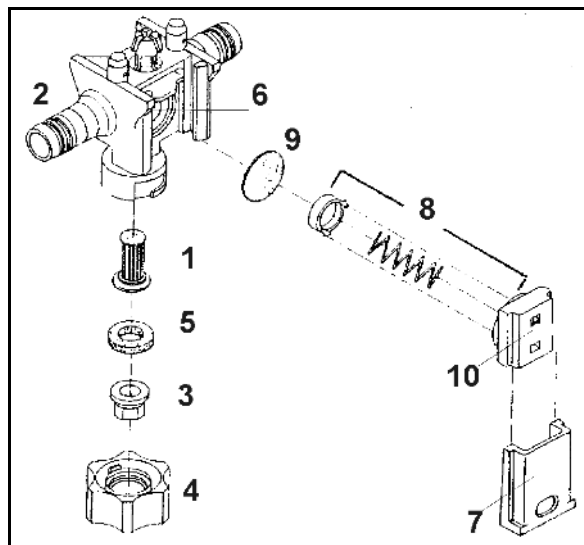

図 154
ときどき、スライダー (図 154/7) がしっかりと取り付けられているか点検してください。
- それには親指で中程度の力をかけながら、可能な限りスライダーをノズル本体 (図 154/2) に差し込んでください。
1. ノズルフィルタ (図 154/1) を、下からノズル本体 (図 154/2) に取り付けます。
2. ノズル (図 154/3) を差し込みナット (図 154/4) に挿入します。
3. ノズルの上にゴムシール (図 154/5) を入れます。
ダイアフラムシート（図 154/6）に堆積物があると、ブームを遮断したあとにノズルから液体が垂れる原因となります。その場合は、該当するダイアフラムを以下のように清掃してください。
1. スライダー（図 154/7）を、ノズル本体（図 154/2）から差し込みナットの方向へ引き出します。
2. スプリングエレメント（図 154/8）とダイアフラム（図 154/9）を取り外します。
3. ダイアフラムシート（図 154/6）を清掃します。
スプリングエレメントを取り付けるときは、正しい向きに注意してください。取り付ける時には、スプリングエレメントのハウジング(図 154/10)の左右の、段が付いた上向きに傾斜する縁が、ブームの断面の方向に傾斜している必要があります。